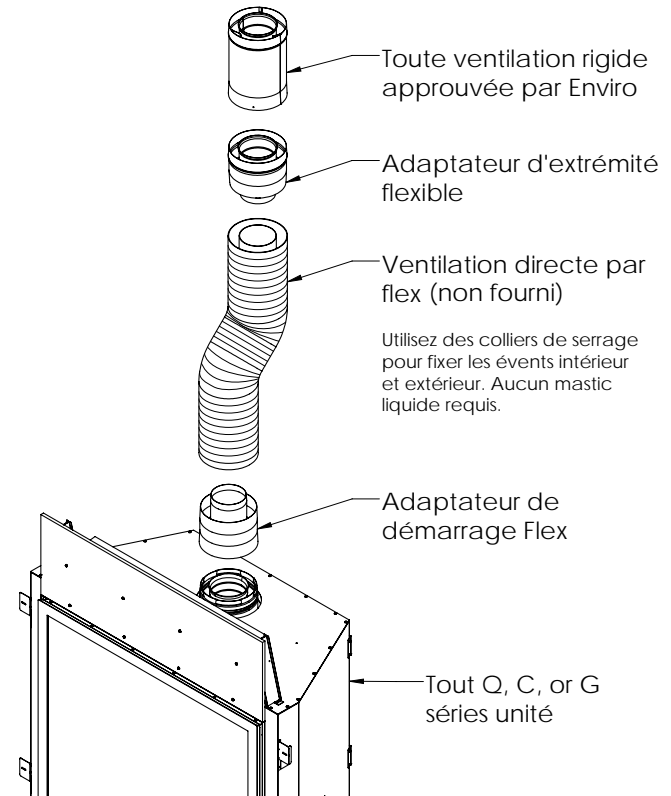
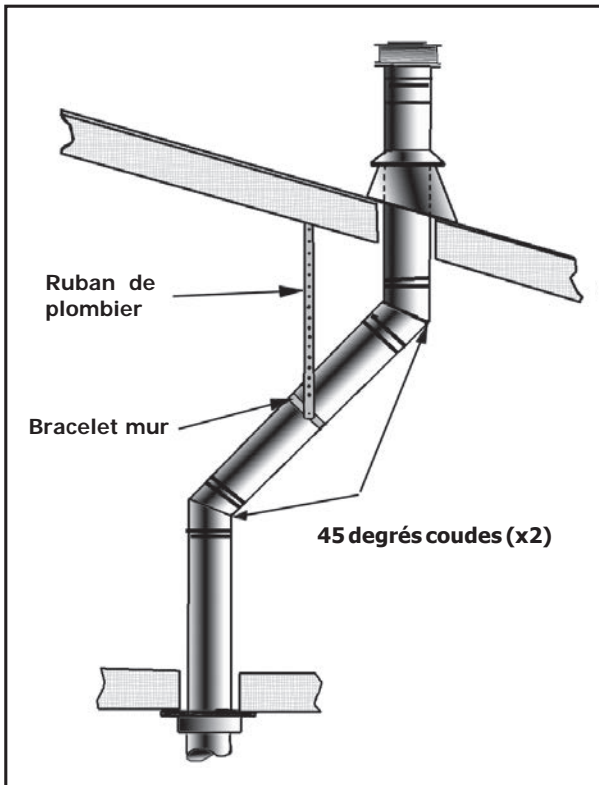

Figure 28. Installation du kit d'adaptateur Flex
Figure 29: L'utilisation des sangles murales.
**Tableau 8: 'H' minimum pour la Figure 28**
- (1) Si vous devez déplacer le système d'évacuation dans le grenier pour éviter les obstacles, il est important de supporter le conduit à chaque 3 pi (914 mm) pour éviter du stress sur les coudes, ou la possibilité de séparation des joints. Des sangles de mur sont disponible à cette fin (voir la figure 28).
- (2) Quand possible, utilisez des coudes de 45° au lieu de ceux de 90°. Les coudes de 45° causent moins de restriction au flux de gaz et d'air.
- (3) Pour des installations à plusieurs étages, il vous faut un coupe-feu au plafond du deuxième étage, et à toute étage subséquente (voir la figure 29). L'ouverture doit être encadrée à des dimensions de 10 po (254 mm) x 10 po (254 mm), de la même manière que démontré dans la figure 22.